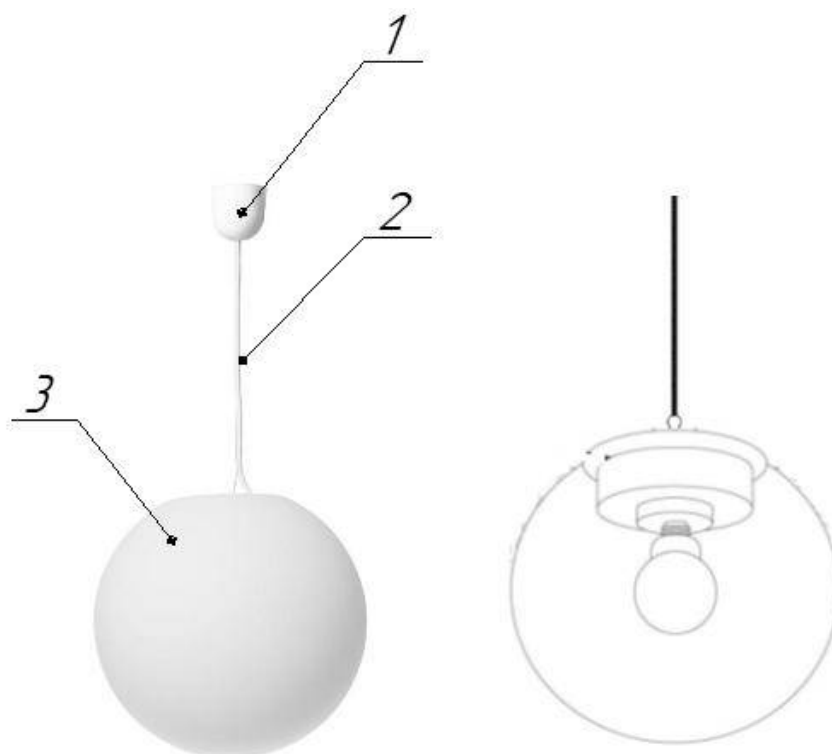

Рисунок 1 - Общий вид светильников
3.1 Общий вид светильников приведен в приложении А рисунок 1.